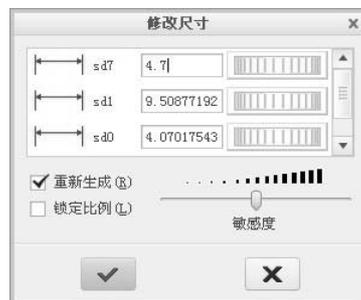

图 2.9.2 “修改尺寸”对话框
Step 3 单击 **草绘** 功能选项卡 **编辑** 区域中的 按钮，此时出现图 2.9.2 所示的“修改尺寸”对话框，所选取的每一个目标的尺寸值和尺寸参数（如 sd45、sd44 等 sd# 系列的尺寸参数）出现在“尺寸”列表中。